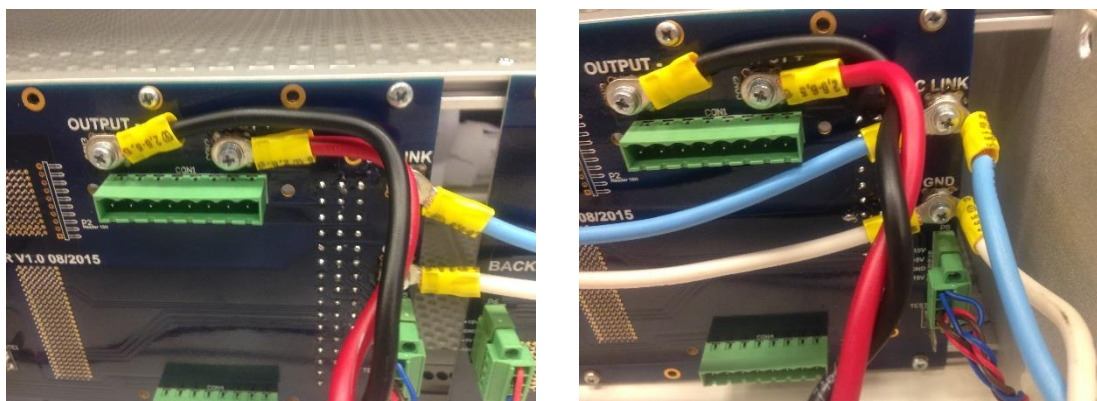

*Figura 13 - Fixação e conexão dos cabos de alimentação dos backplanes*
- 4.2.6 Fixar os conectores do chicote ACDC\_DRS nos conectores P6 dos backplanes, e os conectores do chicote ACDC\_POWER nos conectores P5, aparafusando-os. Utilizando cintas Hellermann (100 mm x 2.5 mm), prender os chicotes nos fixadores autoadesivos e no trilho inferior traseiro, conforme mostra a Figura 13.